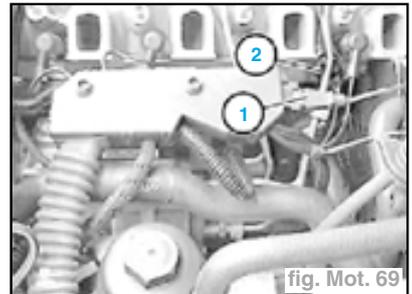

fig. Mot. 69
- le connecteur (1) du capteur de levée et le connecteur (2) de la sonde de température d'eau (fig. Mot. 69),